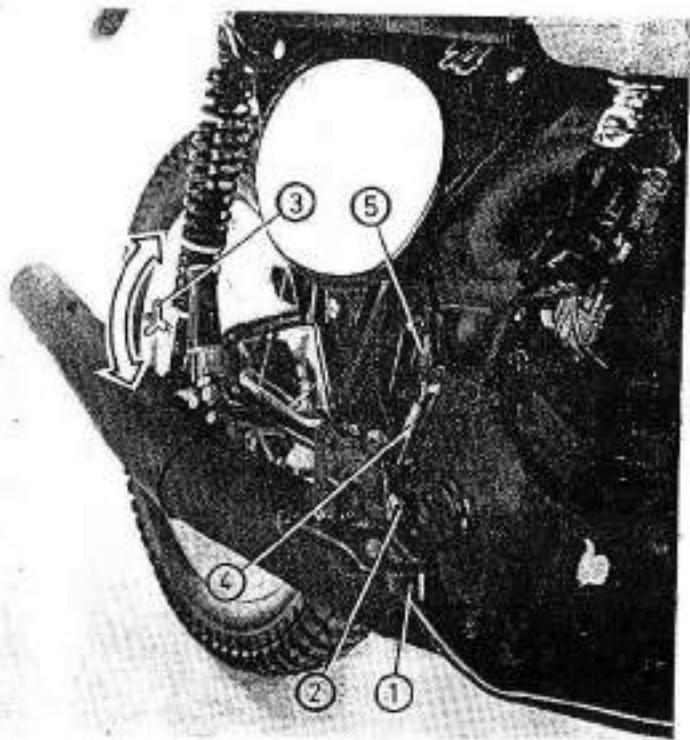

Fig. 22
1. **Uso del tensor.** Para ajustar el juego del pedal, usar el tensor (fig. 22). Si este tensor está ya al final de su recorrido proceder entonces como sigue:
1. Utilisation du ténseur. Pour régler la pédale utiliser le ténseur (fig. 22). Si ce ténseur est déjà en fin de course, procéder comme suit: